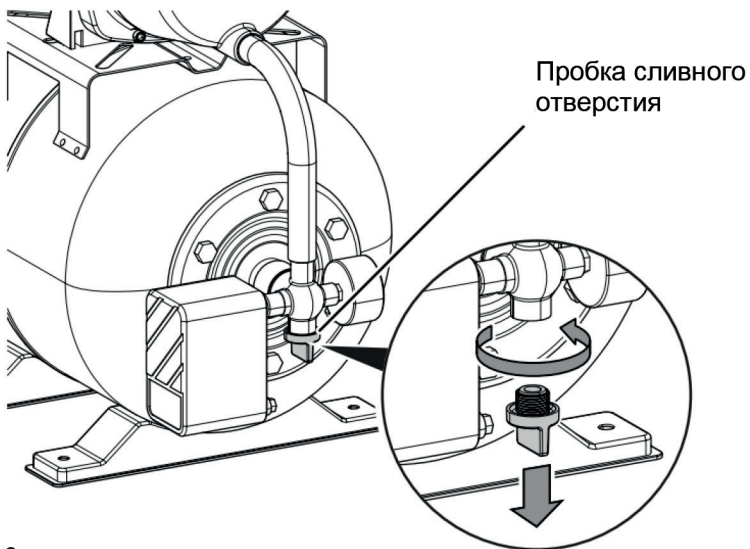

Рис. 10
4. Открутить пробку сливного отверстия, после чего сойдет вода, находящаяся в корпусе насоса (рис. 10).